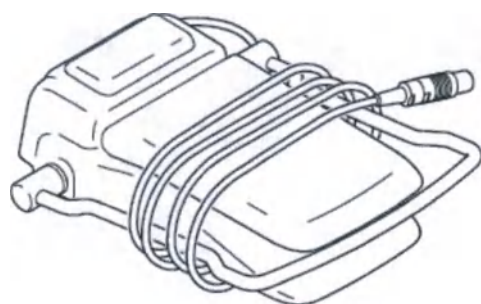

Рисунок 125 — Оборот шнура вокруг педали
2. При использовании педали с петлей для большого пальца отрегулируйте петлю для большого пальца до положения **ХРАНЕНИЕ** и оберните шнур вокруг петли для большого пальца так, как требуется (рисунок 125).